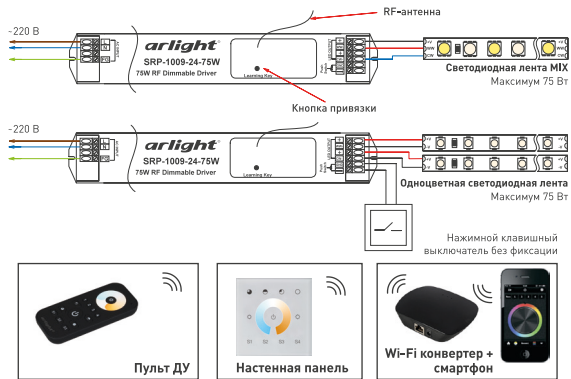

Рисунок 1. Схема подключения.
- 3.3. Подключите нагрузку к выходу LED OUTPUT, соблюдая соответствие проводов (см. Рисунок 1).